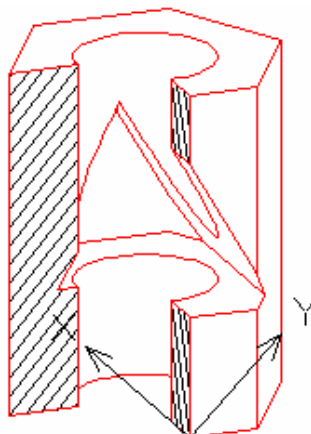

Рис. 5.66
- в области **Образец (Pattern)** в поле **Масштаб (Scale)** ввести значение **0.5** (через точку) – рис. 5.66.